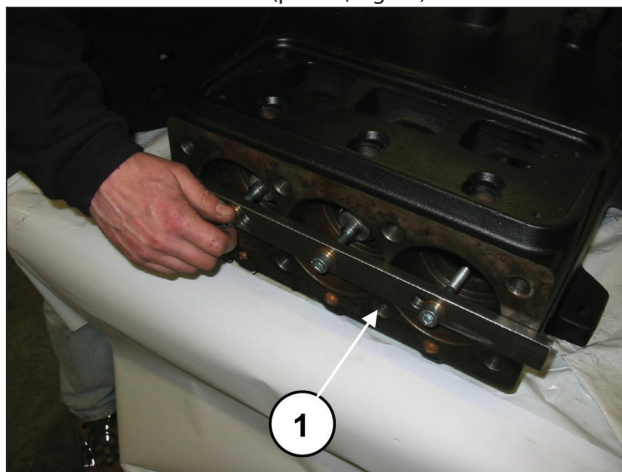
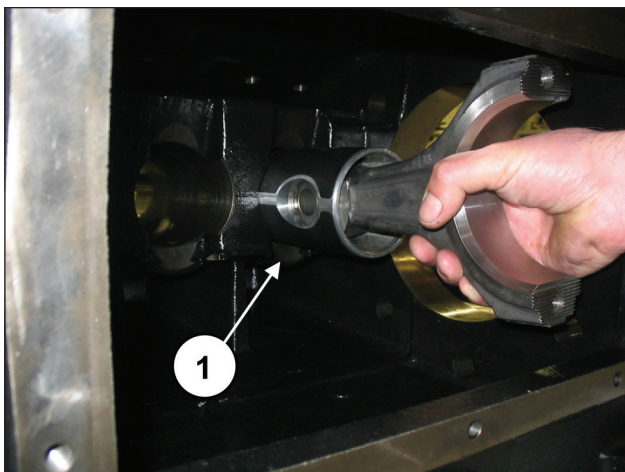

Fig. 32
Fig. 33
No caso de ser necessário substituir uma ou mais hastes ou guias do pistão, é necessário operar da seguinte forma: Prossiga com o desapertar dos parafusos da ferramenta, cód. 27566200 para desbloquear as bielas (pos. ①, Fig. 32) e, em seguida, extraia os conjuntos de biela-guia do pistão da abertura traseira do cârter (pos. ①, Fig. 33).
Depois de ter verificado a limpeza correta do cárter, insira o conjunto da semi-biela de guia do pistão no interior dos canos do cárter (pos. ①, Fig. 33).
Bloqueie os três grupos da ferramenta adequada, cód. 27566200 (pos. ①, Fig. 32).
Remova a ferramenta para o bloqueio das bielas, cód. 27566200 (pos. ①, Fig. 32).